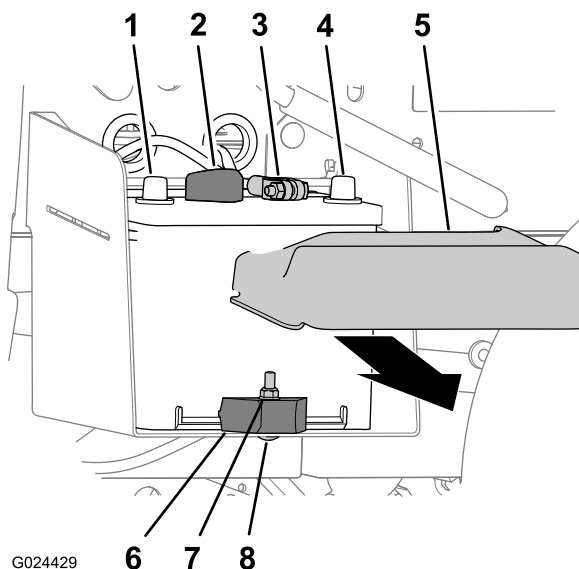

Рисунок 50
1. Сожмите стороны крышки аккумулятора и снимите крышку с его верхней части (Рисунок 50).
- Отсоедините отрицательный кабель от клеммы аккумулятора (Рисунок 50).
- Отсоедините положительный кабель от клеммы аккумуляторной батареи (Рисунок 50).
- Отверните контргайку, снимите вагонный болт и зажим крепления аккумулятора к его лотку (Рисунок 50).
- Извлеките аккумулятор из лотка (Рисунок 50).
- Поместите аккумуляторную батарею в аккумуляторный отсек в автомобиле (Рисунок 50).
Примечание: Убедитесь, что положительный и отрицательный штыри аккумулятора выровнены, как показано на Рисунок 50.
- Прикрепите аккумулятор к лотку аккумулятора с помощью зажима, вагонного болта и контргайки (Рисунок 50).
- Подсоедините положительный кабель к клемме аккумуляторной батареи (Рисунок 50).
- Подсоедините отрицательный кабель к клемме аккумулятора (Рисунок 50).
- Установите крышку аккумулятора на его верхнюю часть (Рисунок 50).